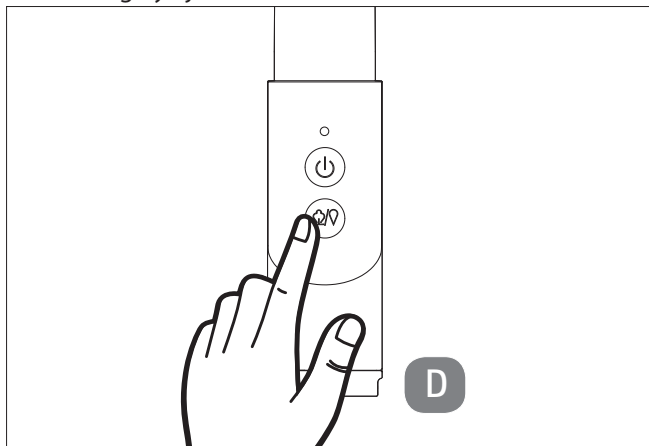

Fig. 15 – Conexión del mando a distancia con el aparato
- ▶ Tras el montaje, pulse la tecla de pulverización/vapor  durante aprox. 8 segundos para conectar el mando a distancia con el aparato principal (véase Fig. 15, D). Si la conexión es correcta, la luz de control del mango parpadea 8 veces.